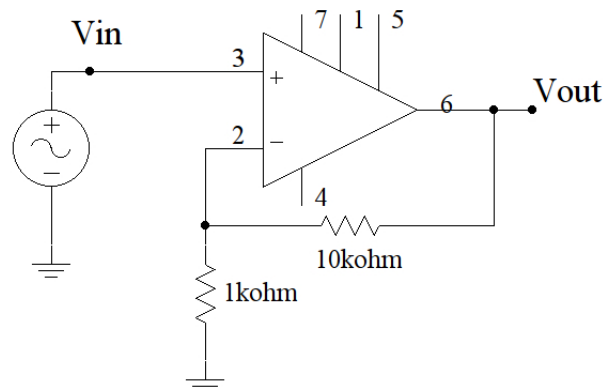

Figura 2: Amplificador no inversor.
- Armar el amplificador no inversor de la Figura 2 alimentando el operacional con tensiones de ± 12 V. Introducir en la entrada una señal senoidal de 1 kHz sin offset de continua que permita tener una salida de 0,5 Volt de amplitud.